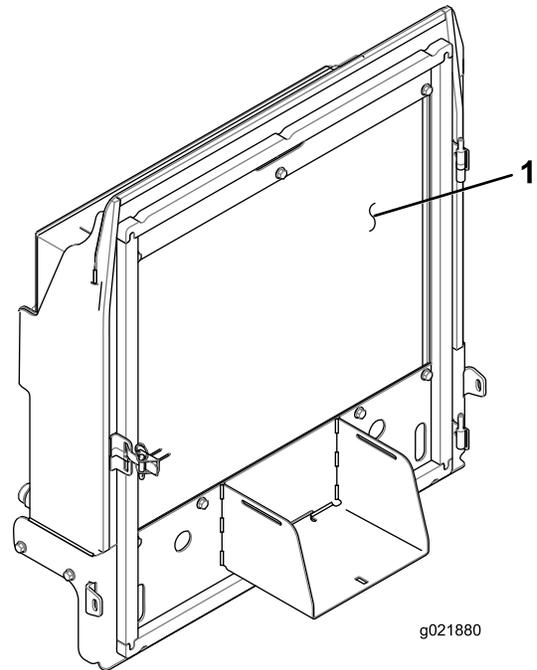

Рисунок 83
4. Тщательно очистите обе стороны радиатора/маслоохладителя сжатым воздухом (Рисунок 83).